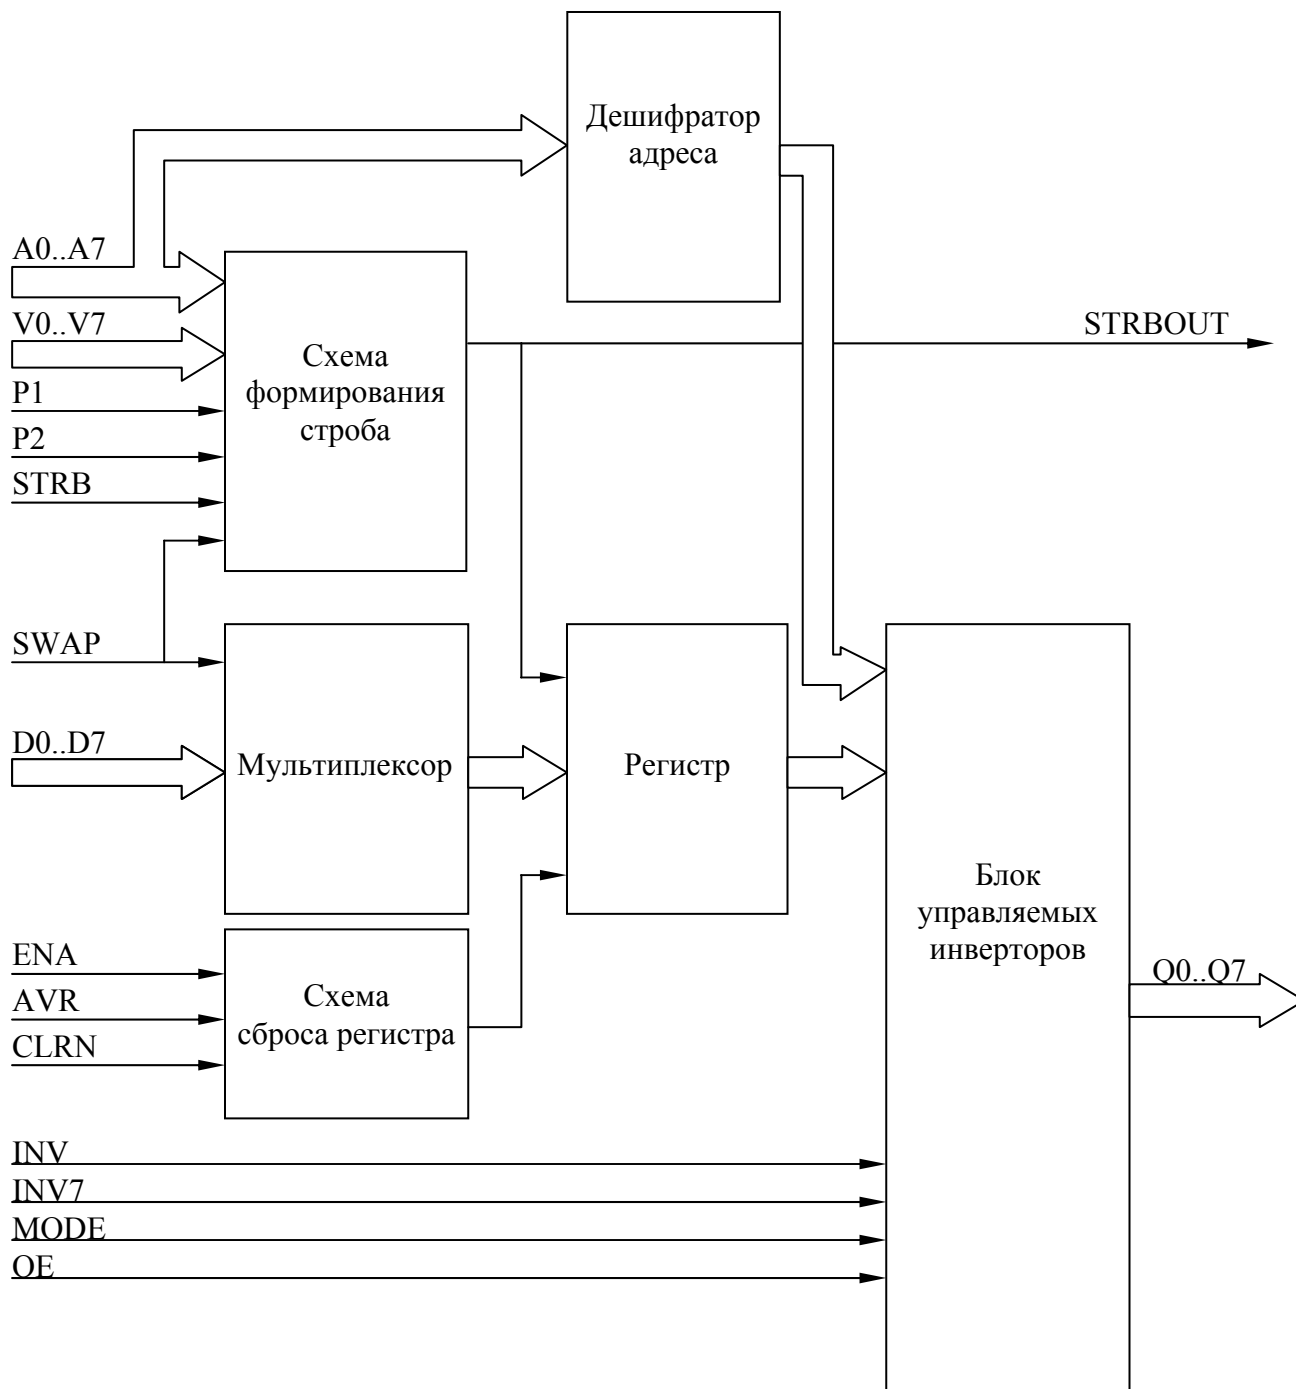

Рис. 1. Структурная схема
1.4 Структурная схема микросхемы представлена на рис. 1.